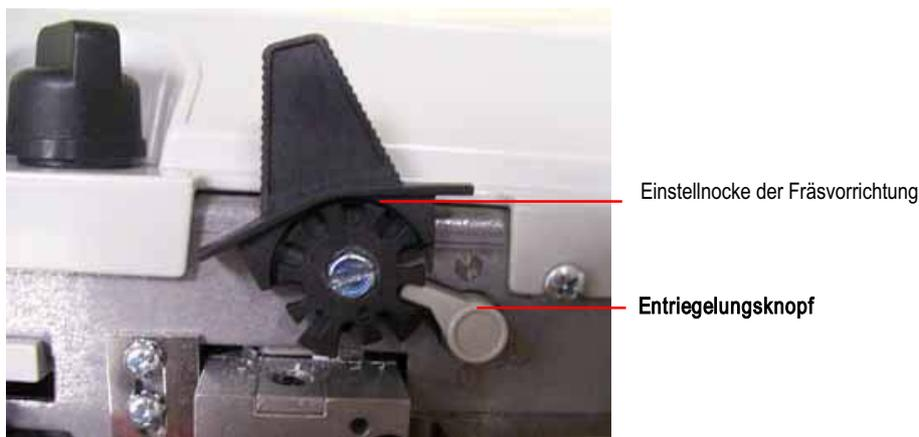

ABBILDUNG 3: Detailansicht Fräsvorrichtungseinstellung
- 2 Beachten Sie die Abbildung 3 und führen Sie die Einstellungen wie unten beschreiben durch: